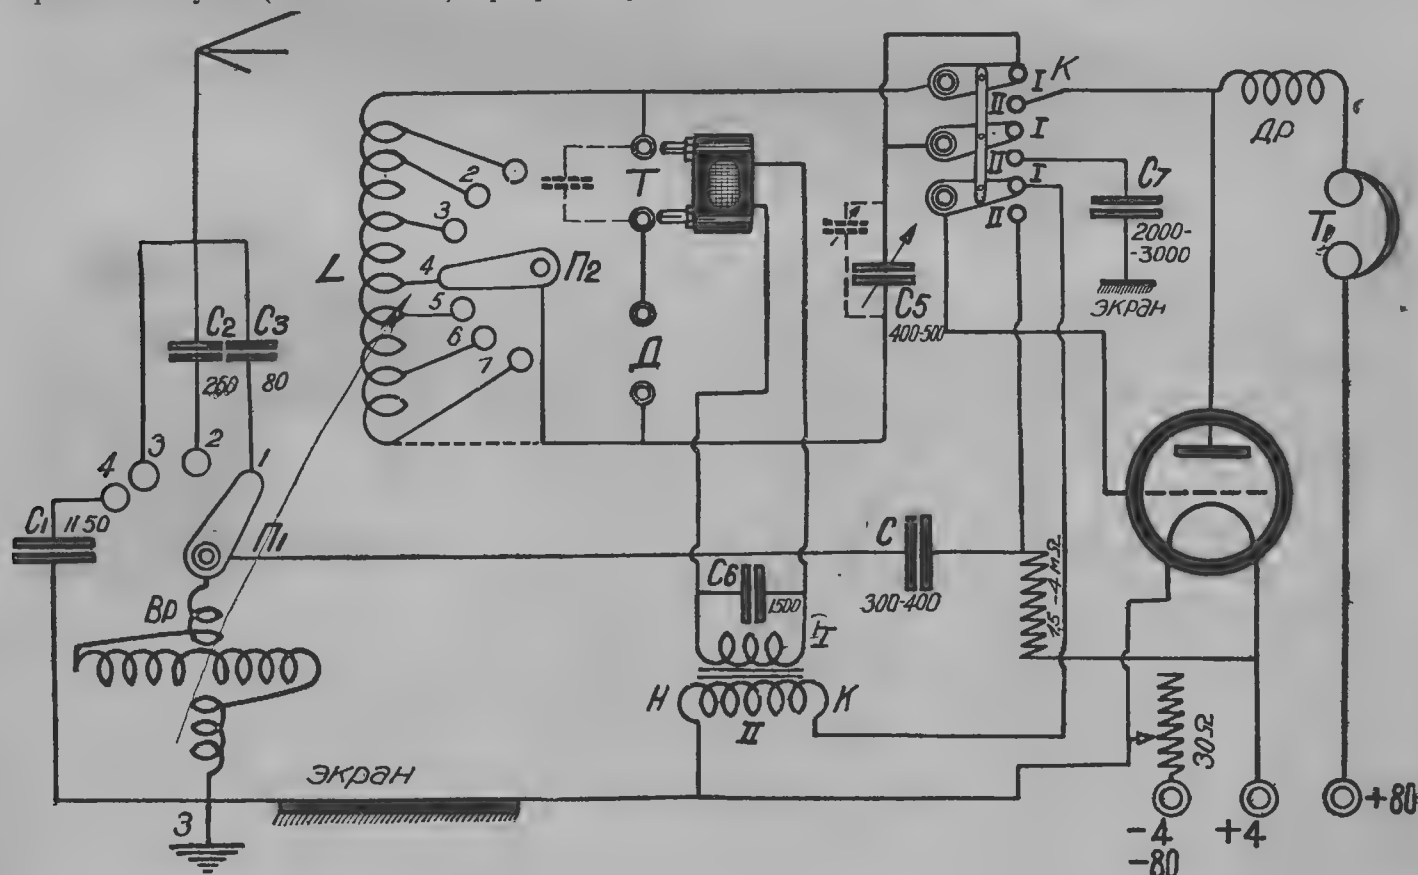
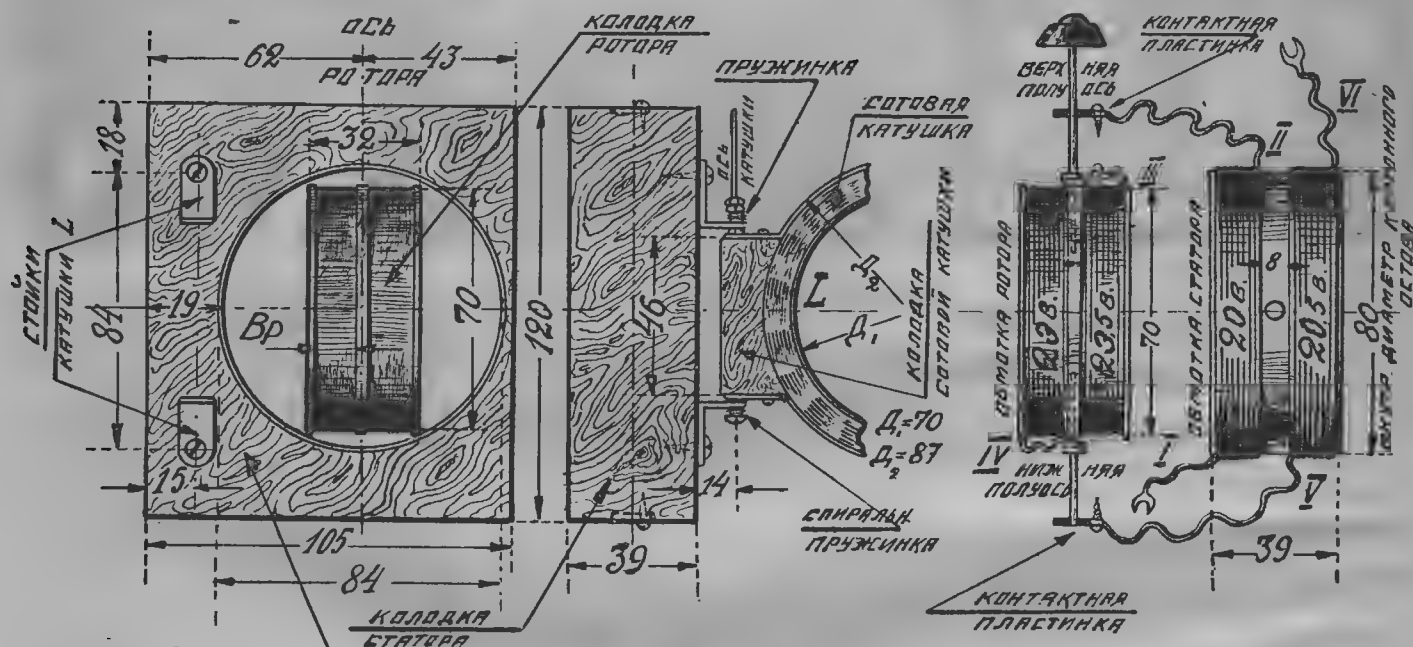

Рис. 1
Рис. 2. Детали вариометра Ври крепления сотов. катушки
Схема приемника дана на рис. 1. В открытый антенный контур входят вариометр и соответствующий слюдяной конденсатор, промежуточный контур выполнен сотовой катушкой (она же служит катушкой обратной связи) с отпаями и конденсатором переменной емкости, подключаемым при приеме местных станций параллельно катушке (на контактах I)
Размеры вариометра Вр, его устройство, количество витков ротора и статора (наматываемых из проволоки 0,4 ПШД, ПЭ или ПБД) и способ соединения ротора и статора указаны на рис. 2.
Разумеется, если колодки вариометра сделать из дерева почему-либо нельзя, то с одинаковым успехом их можно склеить из плотного картона (английского), строго придерживаясь лишь размеров ротора и статора, данных на рис. 2. Если указанное на этом рисунке количество витков не уложится в один слой (попадет толстая изоляция),—можно неукладывающиеся витки намотать во второй слой, распределив их поровну в обе секции и проложив на первый ряд бумажную прокладку.
Особое внимание необходимо обратить на соединение между собой статора и ротора, а именно: конец первой секции (II см. рис. 2) статора (20-й виток) соединяется с началом (III) обмотки ротора, а конец (IV) ротора (46-й виток) соединяется с началом (V) второй секции статора (с 21-м витком).
Придерживаясь обозначений концов обмоток на рис. 2, следует присоединить: II и V концы—к неподвижным телефонным гнездам статора, которые будут служить подшипниками для осей ротора; III и IV концы—к штексельным вилкам, укрепленным на роторе и играющим роль его осей. Концы I и VI статора идут к переключателю П₁ и к земле (см. схему рис. 1).
Способ крепления катушки с осью и вариометром виден на том же рис. 2.
Из рис. 2 видно, что для крепления сотовой катушки надо изготовить из дерева колодку с пазом, вырезанным по внешнему диаметру катушки. Катушка прикрепляется к колодке при помощи полоски тонкого картона (пресшпала) или фибры. В один конец колодки ввинчивается шуруп с тормозной пружинкой и шайбой, а в другой—ось для ручки. Ось и шуруп сажаются на кронштейны, которые привинчиваются к стойке вариометра.
ратной связи плохая панель может испортить дальний прием. Схема переключателя «К» видна на рис. 1. Переменный конденсатор C_5 —воздушный, с максимальной емкостью 450—500 см, желательно с верньером. При сборке приемника надо ротор (подвижные пластины) обязательно присоединять к коммутатору «К»—во избежание влияния емкости руки при настройке (при регенераторе). Реостат накала—25—30 ом. Дроссель Др (рис. 1)—играет роль заградителя при работе регенератором: токи низкой частоты он легко пропускает, высокой частоты—задерживает для использования их в катушке обратной связи. Роль дросселя может выполнять обычная сотовая катушка в 200—250 витков или телефонная катушка, ставящаяся без железного сердечника.
Блокировать конденсатором телефонные гнезда Т нужно только при низкоомном телефоне; поэтому на рис. 1 он показан пунктиром.